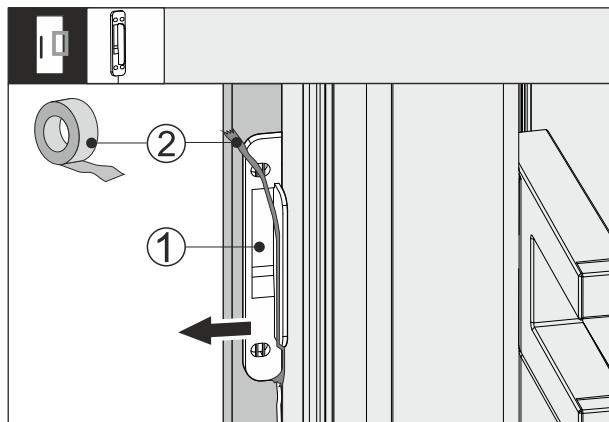

Fig. 64
- Lironi shiritin ngjitet Fig. 64 (2) në sensorin e trokitjes Fig. 64 (1).